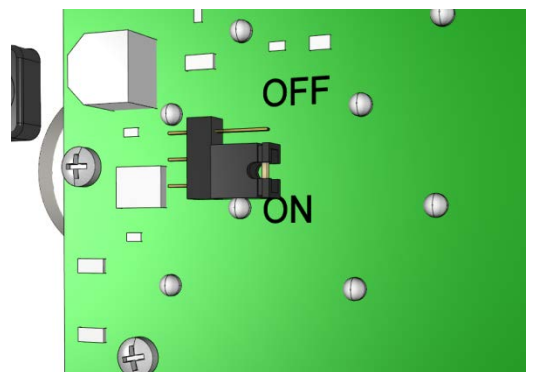

Abb. 5: Abschlusswiderstand gesteckt
- ▶ Stecken Sie die Steckbrücke J1 auf die beiden unteren Kontakte. Damit ist der Abschlusswiderstand gesteckt (Abb. 5).